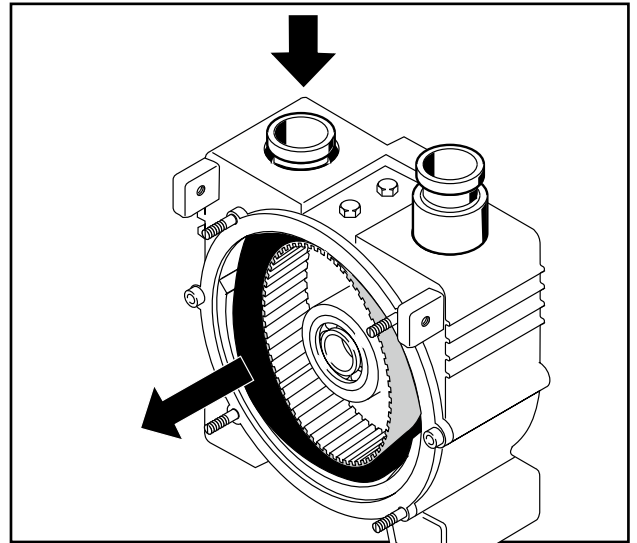

Abb. 12 Demontage Förderschlauch
8. Förderschlauch auf der Druckseite in das Gehäuse zurückziehen, danach Saugseite zurückziehen und herausnehmen (Abb. 12 und Abb.13).